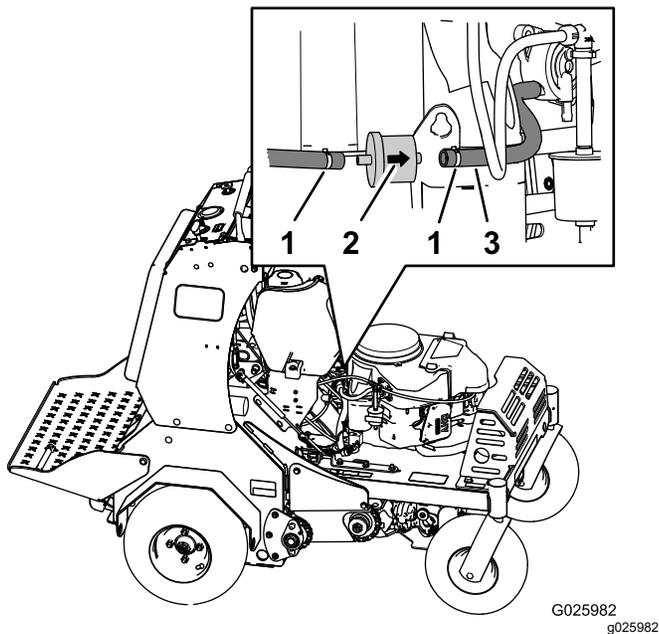

Figura 37
3. Apriete los extremos de las abrazaderas y deslícelas por el tubo alejándolas del filtro (Figura 37).
4. Desmonte el filtro de las mangueras de combustible (Figura 37).
5. Instale un nuevo filtro con la flecha de dirección de flujo alineada como se ilustra en la Figura 37.
6. Alinee las abrazaderas sobre la manguera y los acoplamientos del filtro de combustible (Figura 37).